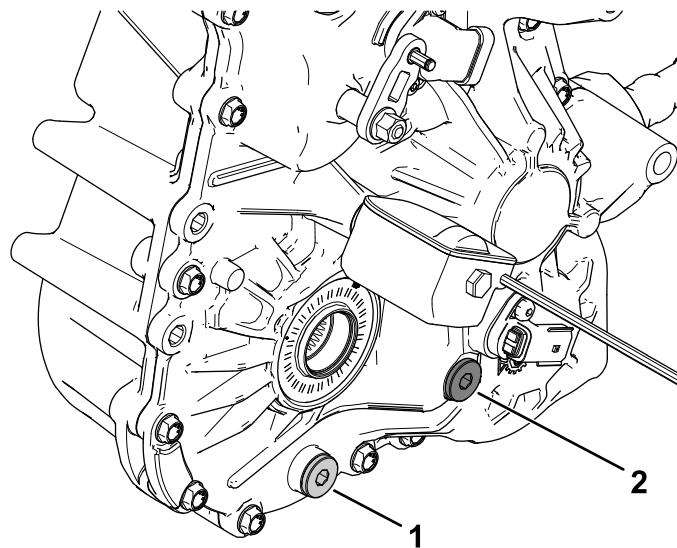

Figure 122
4. Enlevez le bouchon de remplissage de la boîte-pont (Figure 122).
5. Si le niveau de liquide est trop bas, enlevez le bouchon de remplissage et ajoutez le liquide spécifié jusqu'à ce qu'il ressorte par l'orifice (Figure 122).
1. Placez un bac de vidange sous le bouchon de vidange (Figure 122).
2. Enlevez le bouchon de remplissage (Figure 122).
3. Enlevez le bouchon de vidange pour permettre à tout le liquide de s'écouler (Figure 122).